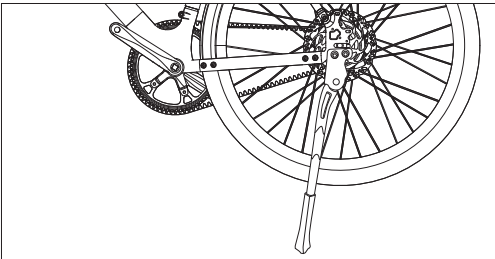

Рисунок 10-1
- Послабте гвинти та шайби, а потім вийміть їх з вибігу, як показано на [Рисунок 10-1].